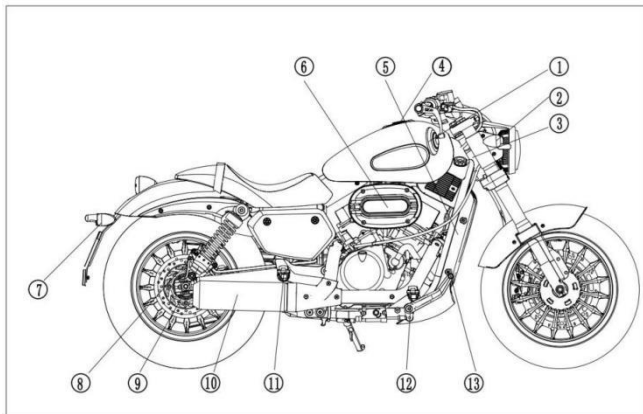
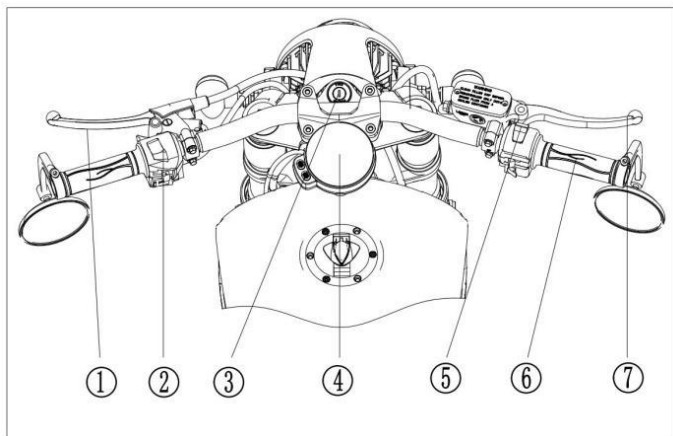

Fig.2
Fig.3
**2. (Fig.2)**
- ① Espejo retrovisor derecho
- ② Luz intermitente delantera derecha
- ③ VIN
- ④ Tapa del depósito
- ⑤ Placa de identificación
- ⑥ Filtro de aire
- ⑦ Luz intermitente trasera derecha
- ⑧ Pinza de frenos trasera
- ⑨ Suspensión trasera
- ⑩ Silenciador de escape
- ⑪ Pedal trasero derecho
- ⑫ Pedal delantero derecho
- ⑬ Pedal de freno
**3. (Fig.3)**
- ① Maneta de embrague
- ② Combinación de interruptores izquierda
- ③ Llave de contacto
- ④ Panel de instrumentos
- ⑤ Combinación de interruptores derecha
- ⑥ Puño del acelerador
- ⑦ Maneta del freno delantero